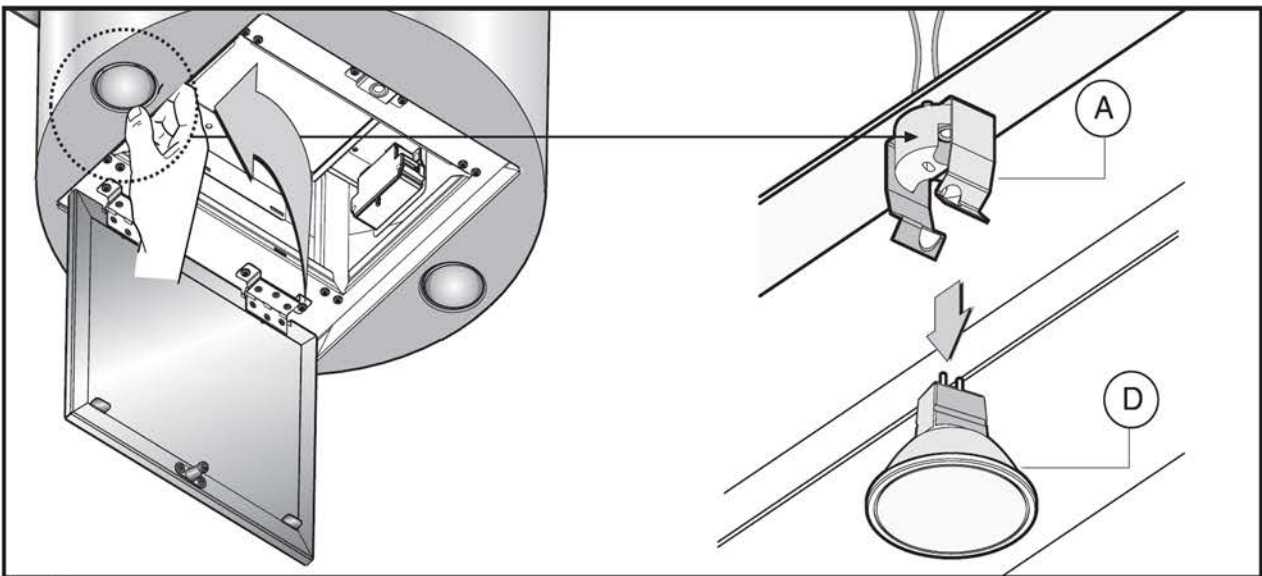

Fig.13
- Substituição de lâmpadas halógenas (**Fig. 13**).